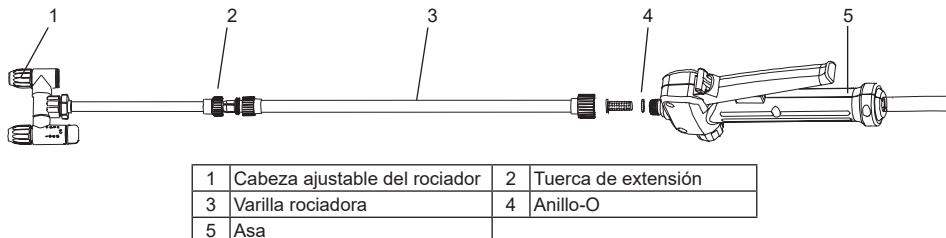

Figura 1
2. Asegúrese que el anillo-O este en su lugar, a continuación enrosque la varilla rociadora en el mango y apreté firmemente. Consulte la figura 1.